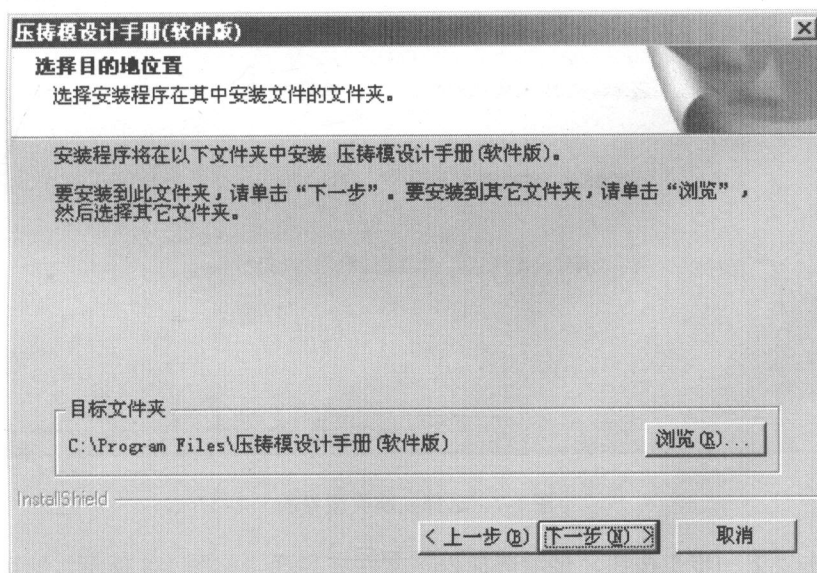
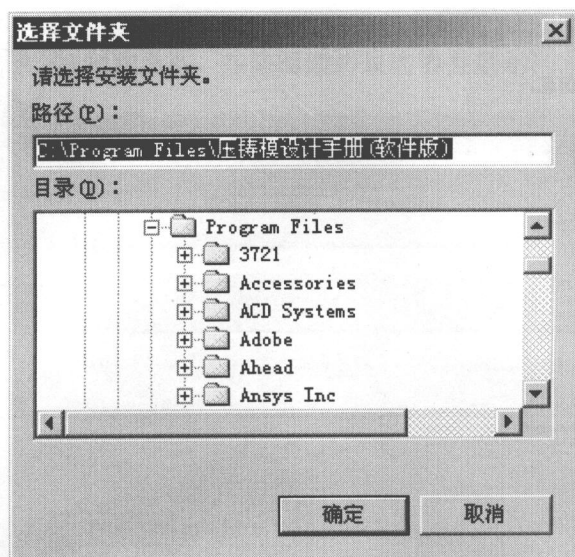

图 1-5 选择安装目录界面
图 1-6 选择合适的文件夹界面
(6) 进入选择安装目录界面，如图 1-5 所示。系统推荐的安装目录是 C:\Program Files\压铸模设计手册(软件版)，如果同意安装在此目录下，单击“确定”按钮。如果希望安装在其他的目录中，单击“浏览”按钮，在弹出的对话框中选择合适的文件夹后，单击“确定”按钮，如图 1-6 所示。